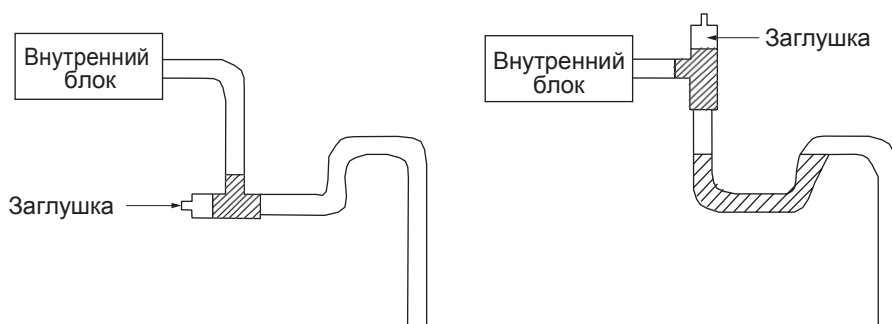

Рис. 13.4.
13.15. Чтобы обеспечить возможность промывки дренажной трубы установите заглушку рядом с гидрозатвором (рис. 13.4.).